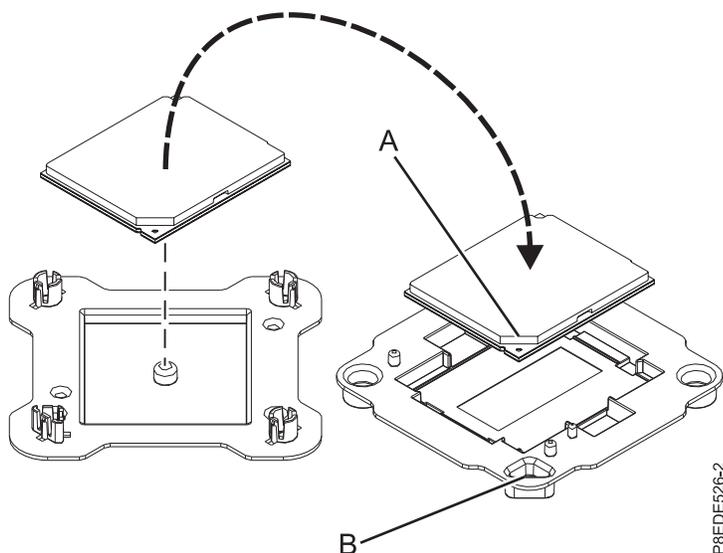

Figura 87. Colocando o módulo de processador do sistema no pacote
8. Segure levemente o módulo de processador do sistema que você substituiu pelas bordas e levante-o para fora da tampa do pacote. Alinhe a aresta biselada do módulo (A) ao canto do pacote com triângulo (B) e coloque-o no pacote, conforme mostrado em Figura 87. Feche a tampa do pacote.